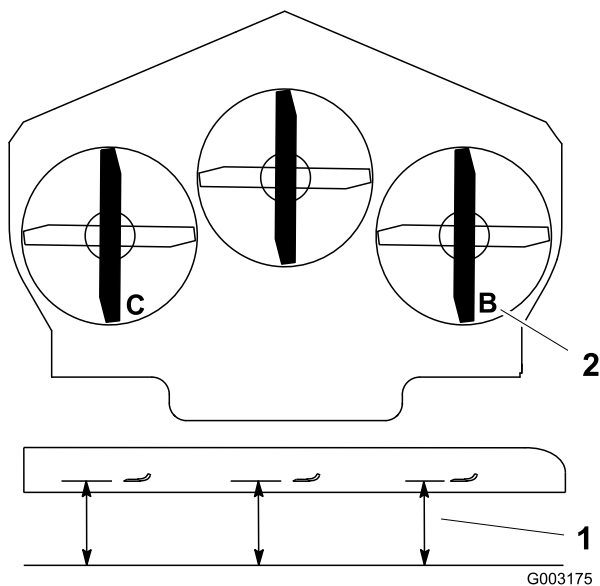

Bild 78
1. Stellen Sie das rechte Schnittmesser in Längsrichtung (Bild 78).
2. Messen Sie das rechte Messer an der Stelle **B** von einer ebenen Oberfläche bis zur Schnittkante der Messer (Bild 78).
4. Stellen Sie das linke Schnittmesser in Längsrichtung (Bild 78).
5. Messen Sie das linke Messer an der Stelle **C** (Bild 78) von einer ebenen Oberfläche bis zur Schnittkante der Messer.